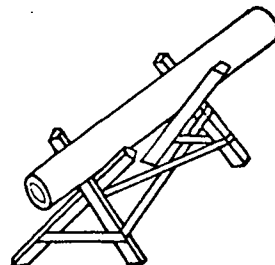

FIG. 1
1.º Passo – Apoie o tubo sobre cavalete (fig. 1).